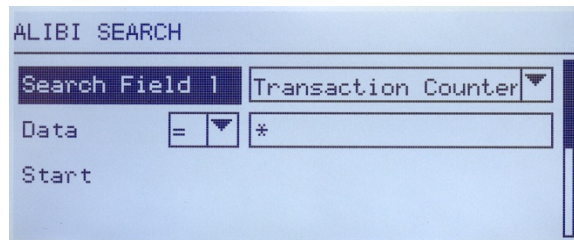

Abbildung C-1: Bildschirm „Alibi-Suche“
2. Der Suchbildschirm wird eingeblendet. Abbildung C-1 zeigt Suchfeld 1 - der erste von zwei Suchbildschirmen für den Alibi-Speicher. Beachten Sie die Bildlaufleiste rechts, mit der auf einen zweiten Bildschirm hingewiesen wird. Der zweite Bildschirm enthält Suchfeld 2 und die dazugehörigen Datenfelder.